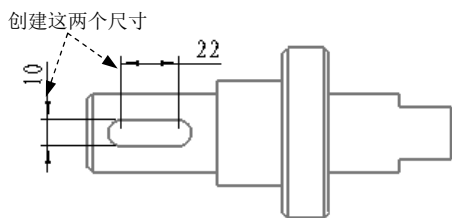

图 5.2.74 显示尺寸（五）
Step10. 不退出“选择参考”对话框，在俯视图中创建图 5.2.74 所示的尺寸。